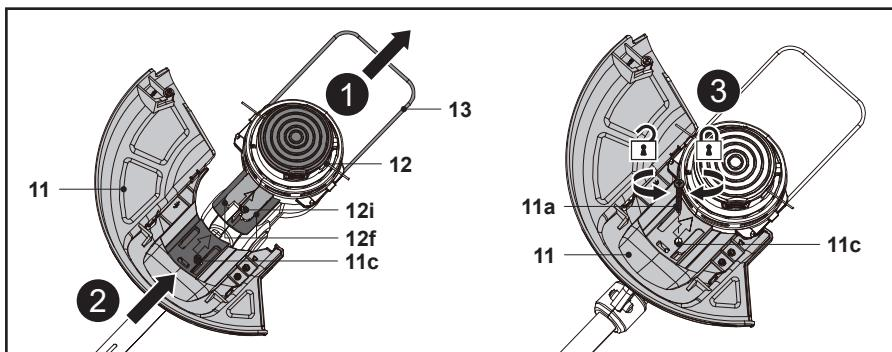

Fig. 1
1. Volte a cabeça do aparador (12) ao contrário.
2. Coloque o protetor de plantas (13) em primeiro lugar (Fig. 1, passo 1), alinhe e deslize a proteção (11) para as ranhuras de encaixe (12f) da cabeça do aparador (12) (Fig. 1, passo 2). Introduza totalmente a proteção (11) e certifique-se de que os orifícios dos parafusos (11c, 12i) estão bem alinhados.
3. Fixe a proteção (11) com o parafuso (11a) para a direita (Fig. 1, passo 3).